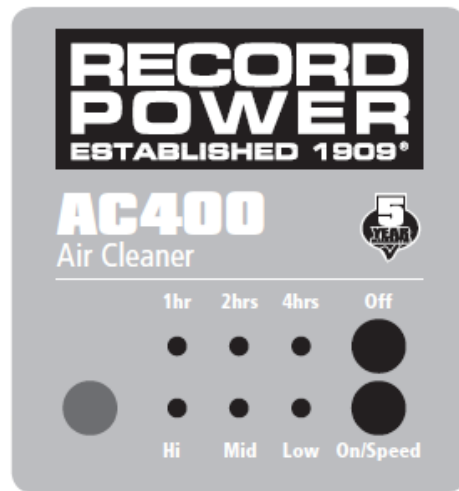

Abb. 4
**Ein / Geschwindigkeit-Taste** (Abb. 3) Schaltet das Gerät ein und steuert die drei verschiedenen Leistungsstufen, LO (langsam), MID und HI. Es befindet sich auch eine Ein / Geschwindigkeit-Taste (Abb. 4) auf dem Bedienungsfeld an der Rückseite der Maschine, die die Geschwindigkeit steuert und das Gerät mit der in der LO Geschwindigkeit einschaltet.
**Aus-Taste** (Abb. 3) schaltet das Gerät aus. Es ist auch eine manuelle Aus-Taste (Abb. 4) auf dem Bedienungsfeld an der Rückseite der Maschine.